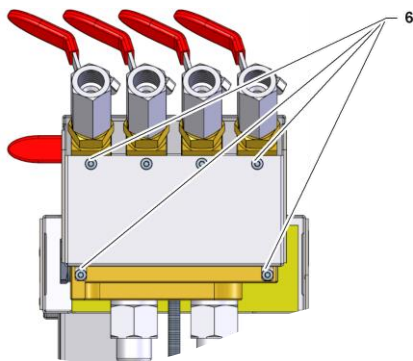

Abb. 9: Flow-5 Ansicht von unten
- Abdeckblech anbringen und Schrauben (Kennzeichnung 6 → Abb. 9) montieren.